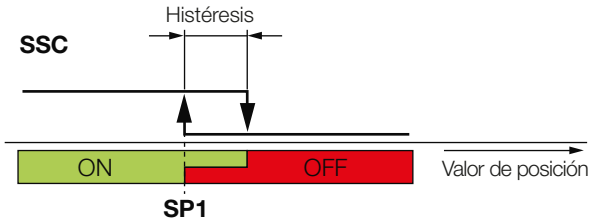

Fig. 6-2: Ejemplo para la detección de presencia en el modo de punto individual
- Modo de punto individual (*single-point mode*, Fig. 6-2): valor: 1